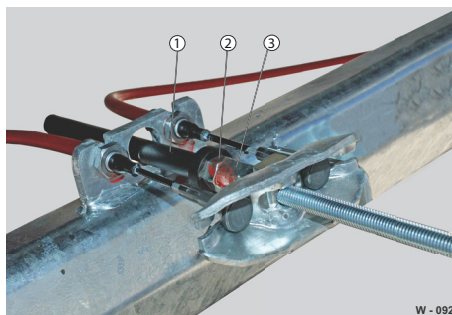

Abb. 64 Beispiel: Bremsenausgleich, gespannt
- ▶ Kugelmutter mit der Kontermutter (Abb. 64/3) kontern. Der Bremsgestängehalter (Abb. 64/1) verhindert, dass die Bremse während der Fahrt ungewollt aktiviert wird.
- ▶ Bremsgestänge am Ausgleichseisen mit einer Kugelmutter (Abb. 64/2) verbinden - nicht festziehen.